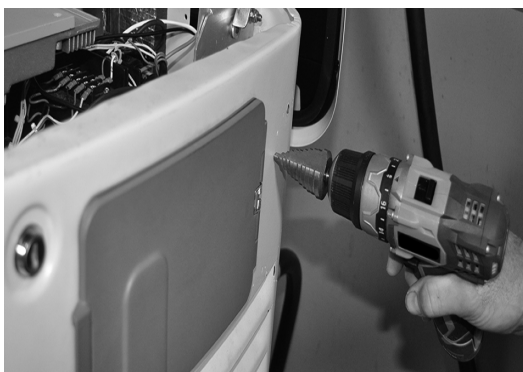

Figure 3-5. Perçage du trou de montage
9. En vous servant du modèle fourni avec ces instructions, faites un trou de 2,9 cm derrière le boîtier du disjoncteur. Voir la Figure 3-5.